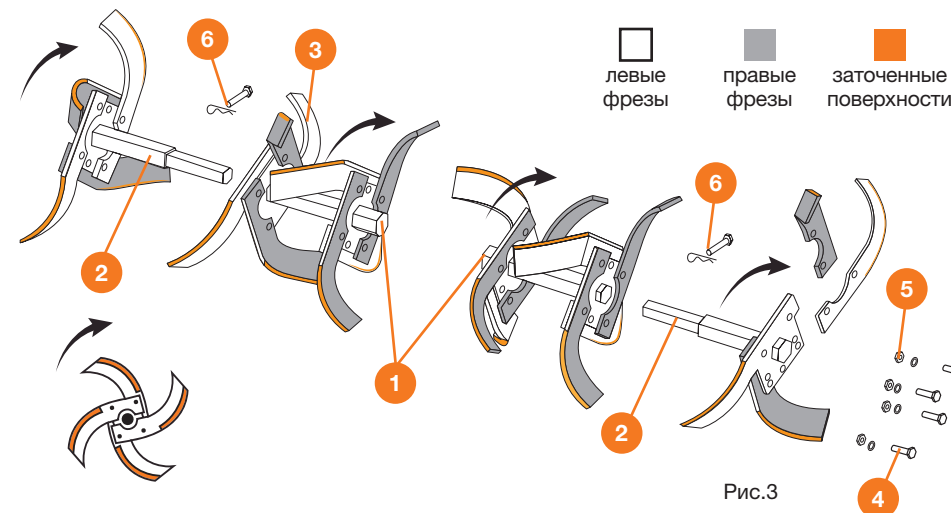

Рис.3
- Достаньте упаковку с фрезами, проверьте комплектность и произведите сборку согласно приведенной ниже схеме (Рис.3). Для крепления используйте болты из упаковки с крепежом.